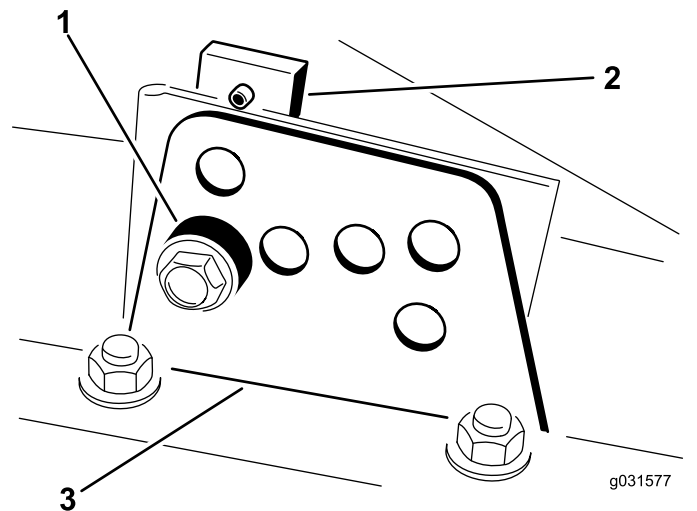

Figure 19
2. Desserrez le boulon qui fixe le support de hauteur de coupe à la plaque de hauteur de coupe (à l'avant et de chaque côté), comme montré à la Figure 19.
- Tout en soutenant la chambre, déposez l'entretoise (Figure 19).